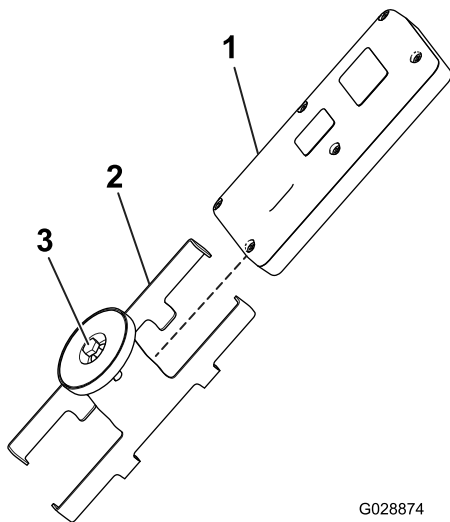

Bild 45
1. Lockern Sie die Schraube an der magnetischen Halterung für die Fernbedienung (Bild 45).
2. Schieben Sie die Halterungsseiten auseinander und entfernen Sie die Fernbedienung (Bild 45).
8. Setzen Sie die Handfernbedienung in die magnetische Halterung für die Fernbedienung ein; schieben Sie die Hälften zusammen, um die Handfernbedienung zu befestigen und ziehen Sie die Schraube im Magneten an (Bild 45).